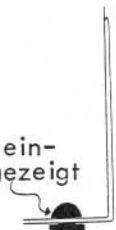

ABBILDUNG 7B
- () Setzen Sie die vier Gummifüsse entsprechend Abbildung 7B in die dafür vorgesehenen Bohrungen auf der Unterseite des Gehäuses ein.